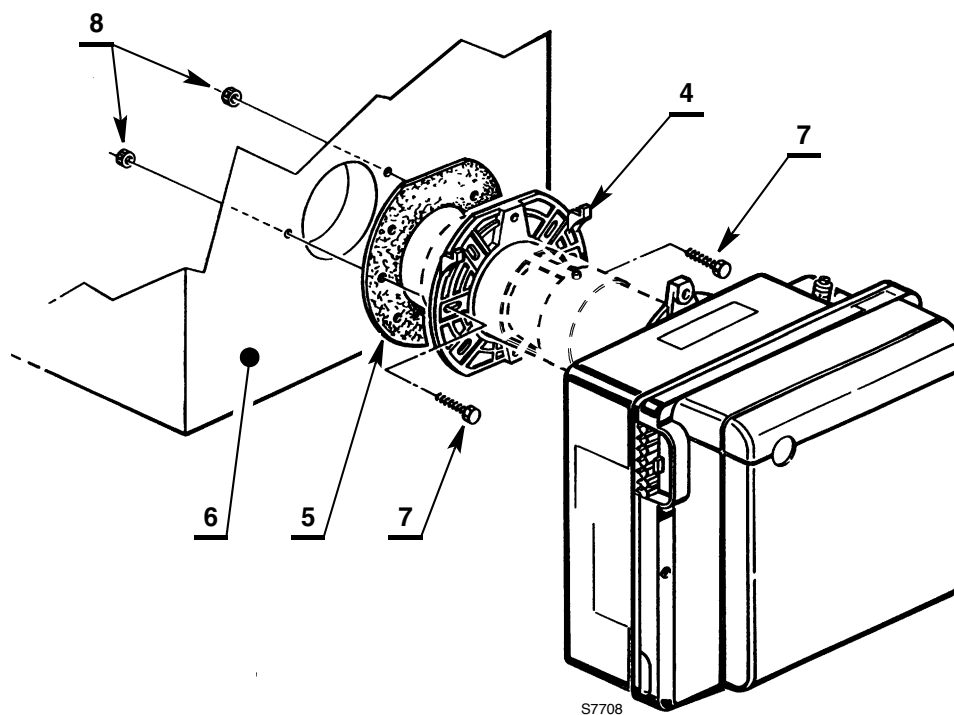

Fig. 8
- Fissare alla portina della caldaia 6) (Fig. 8) la flangia 4) mediante le viti 7) e (se necessario) i dadi 8) interponendo lo schermo isolante 5).